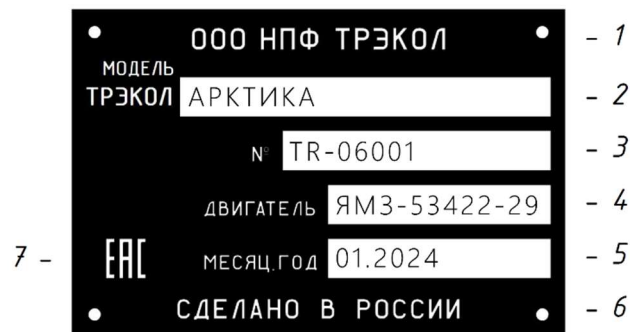

Рис. 4.2 Идентификационная табличка снегоболотохода
1. Идентификационная табличка снегоболотохода (см. рис. 4.2);